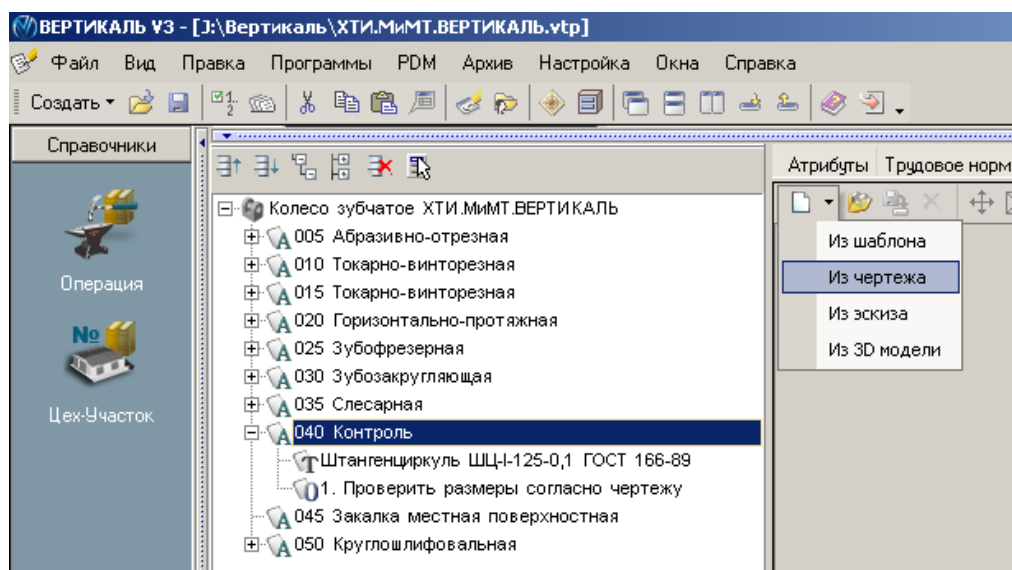

Рис.7
10. Нажмите кнопку **Создать эскиз** и выберите из открывшегося списка **Из чертежа** (рис. 7).